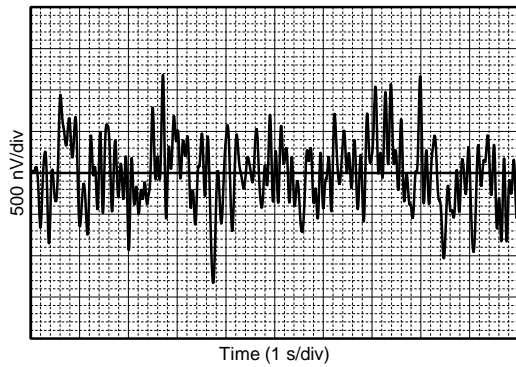

Figure 13. 0.1-Hz to 10-Hz Noise
0.1-Hz to 10-Hz Noise	<a href="#">图 13</a>